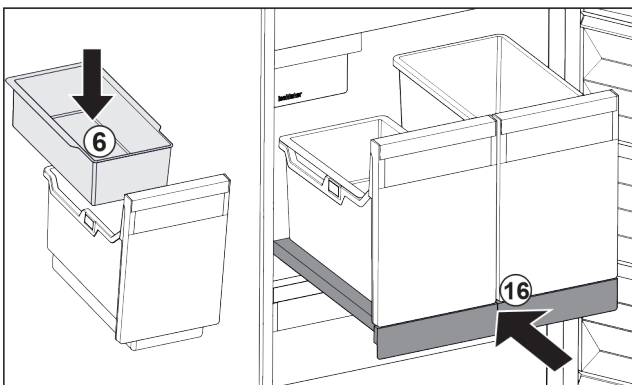

Fig. 32
- ▶ Einhängeschale Fig. 32 (6) für Eiswürfel einsetzen.
- ▶ Auszugsbord mit Behälter (IceTower) einschieben. Fig. 32 (16)